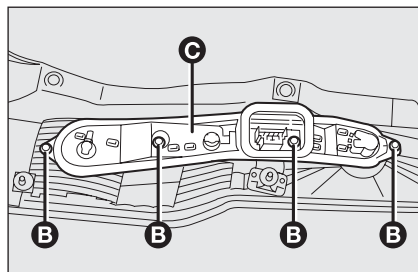

fig. 33
- svitare le quattro viti **B-fig. 33** dalle rispettive sedi;